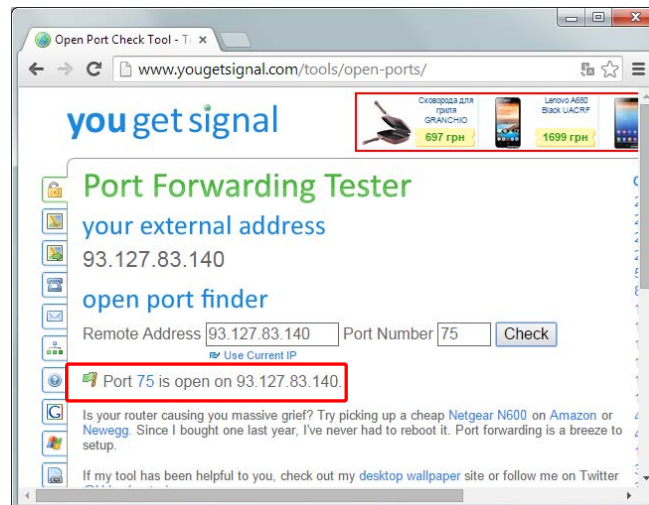

Рисунок 8.8 - Проверка доступности сетевого порта
10. Когда сервер запущен, необходимо проверить, доступен для него сетевой порт. Для проверки необходимо посетить сайт www.yougetsignal.com/tools/open-ports/, в пункте «Port Number» указать выбранный при настройке сервера, сетевой порт и нажать клавишу «Check». Если Порт доступен, Вы должны получить следующий результат, рисунок 8.8.